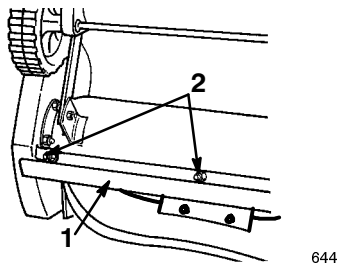

Bild 21
- Entfernen Sie die drei Schlossschrauben und Sicherungsmuttern, mit denen die Schürfleiste abgesichert wird (Bild 21).
- Ziehen Sie den Zündkerzenstecker ab und entfernen die Zündkerze (Bild 21).
5. Ziehen Sie den Zündkerzenstecker ab (Bild 21).